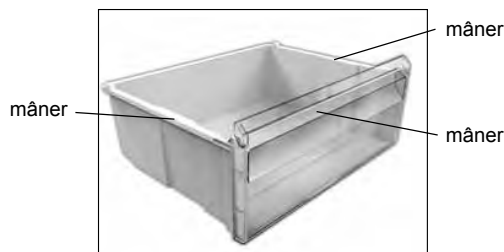

Figura 7
3.2.1 Coșurile CC au un mâner pe panoul frontal pentru comoditate la încărcarea și descărcarea produselor, precum și mânere pe suprafețele laterale (cu excepția coșului inferior) pentru mutarea în afara frigiderului în conformitate cu figura 7.